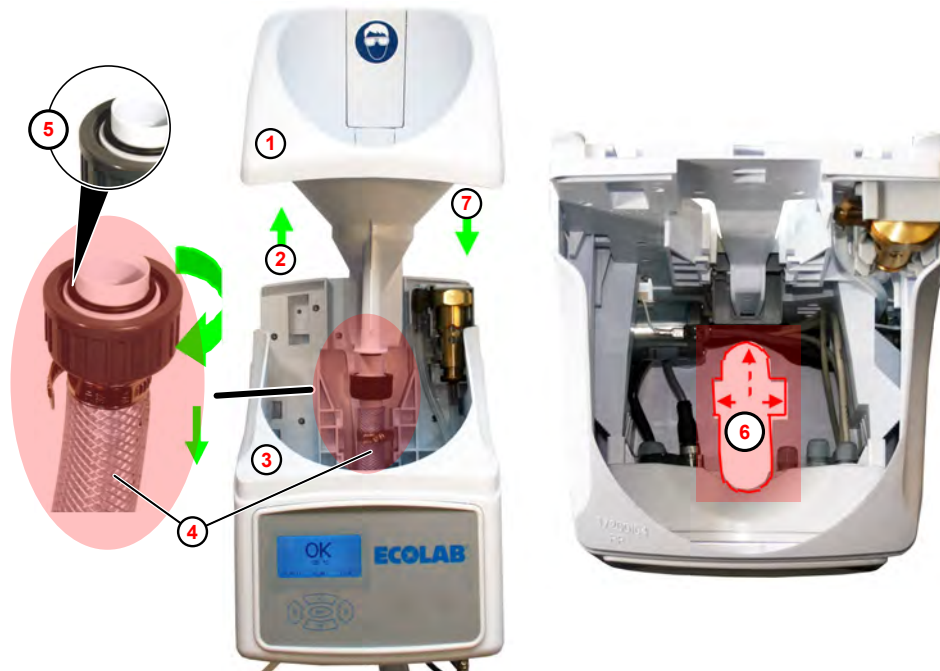

Fig. 16: Smontaggio tramoggia
1. Estrarre la tramoggia (Fig. 16 , ①) tirando verso l'alto ② .
2. Tirare la tramoggia insieme al tubo di scarico ④ verso l'alto estraendola dall'alloggiamento.
4. Pulire l'o-ring ⑤ manualmente.
6. Tenere lontano tutte le linee di connessione nell'alloggiamento dal vano tramoggia ⑥ .
7. Inserire la tramoggia nuovamente dall'alto nell'alloggiamento ③ ⑦ .
8. Riavvitare il tubo di scarico ④ in modo stretto alla tramoggia.